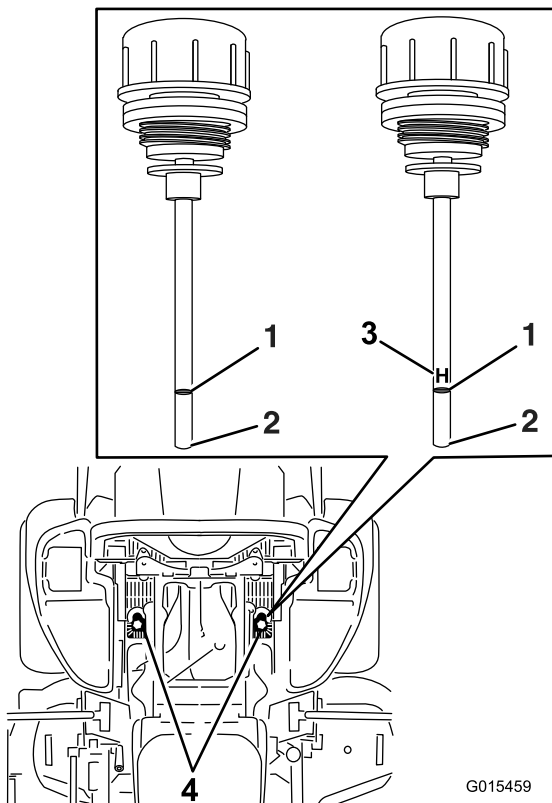

Figure 82
6. Nettoyez la surface autour des jauges des réservoirs du système hydraulique (Figure 82).
7. Sortez une jauge du réservoir hydraulique (Figure 82).
9. Ressortez la jauge et examinez l'extrémité (Figure 82).